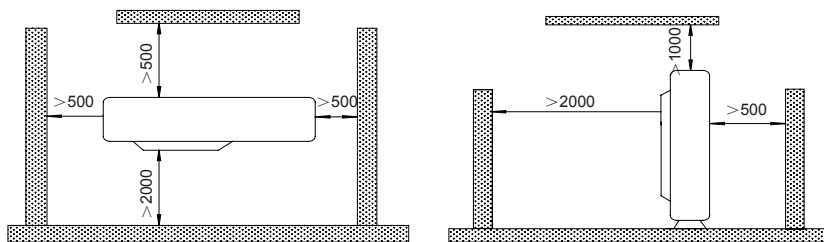

Fig. 3
- (1). Installare l'unità esterna in un luogo in cui sia protetta il più possibile dall'imbrattamento o dall'acqua piovana.
- (2). Installare l'unità esterna in un punto in cui il collegamento con l'unità interna possa essere effettuato agevolmente.
- (3). Installare l'unità esterna in un luogo che consenta un facile deflusso dell'acqua di condensa durante il funzionamento in modalità riscaldamento.
- (4). Non posizionare animali o piante sulla traiettoria dell'aria calda.
- (5). Tenere in considerazione il peso del condizionare e selezionare un luogo con un livello di vibrazioni e rumorosità ridotto.
- (6). Installare l'unità esterna su una superficie che ne sopporti il peso e possa contenere al massimo vibrazioni e rumorosità.
- (7). Predisporre lo spazio indicato in Fig. 3 per evitare che il flusso dell'aria venga ostruito. Anche per garantire un funzionamento ottimale, tre lati su quattro delle costruzioni periferiche devono essere lasciati liberi.